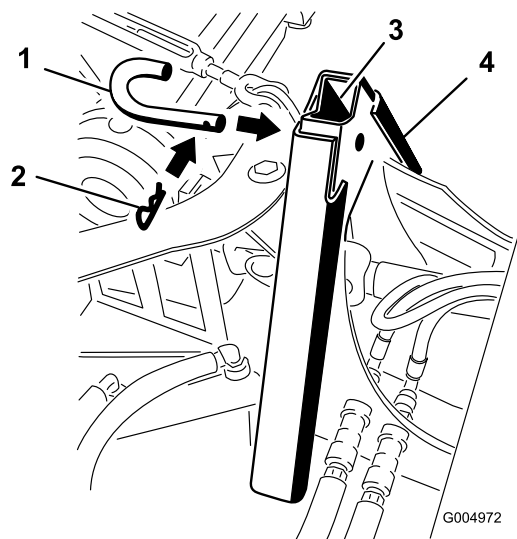

Figura 14
- Acople los adaptadores con el pasador de acoplamiento y la claveta, según se indica en Figura 14. Para cargas más abusivas, puede utilizar un perno y una tuerca.